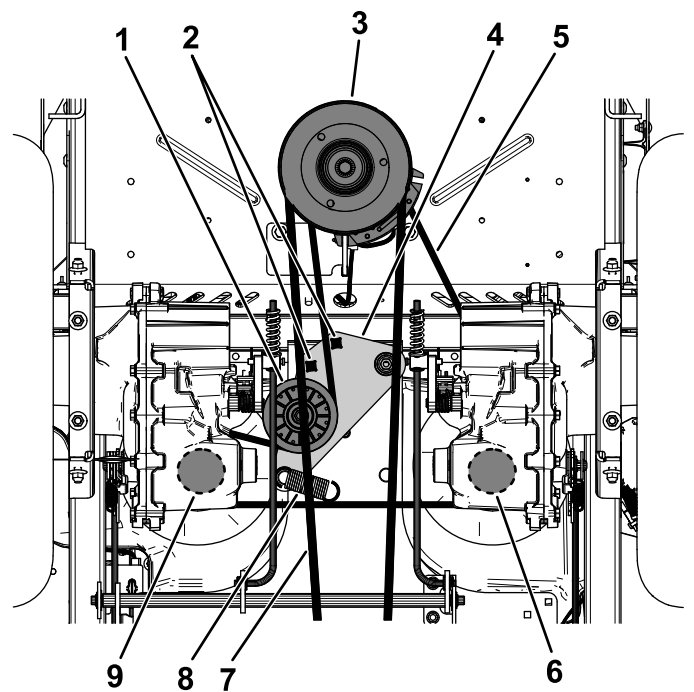

Figura 63
5. Inserite un cricchetto da 1/2" o una chiave a bussola a snodo in uno dei fori quadrati del braccio di rinvio per rimuovere la tensione della molla del tendicinghia (Figura 63).
6. Rimuovete la cinghia esistente dalla puleggia tendicinghia, dalle 2 pulegge di trasmissione della pompa idraulica e dalla puleggia del motore (Figura 63).
7. Montate la nuova cinghia attorno alla puleggia tendicinghia, alla puleggia del motore e alle 2 pulegge della pompa idraulica (Figura 63).